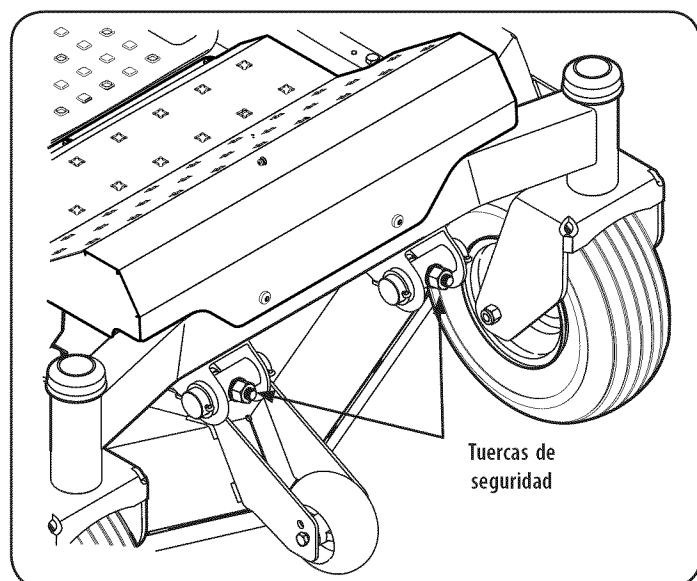

Figura 30
5. Con una llave, levante o baje la parte delantera de la cubierta girando la tuerca de seguridad en la barra de elevación de la plataforma delantera y fíjela con las tuercas de bloqueo traseras. Vea la Figura 30.